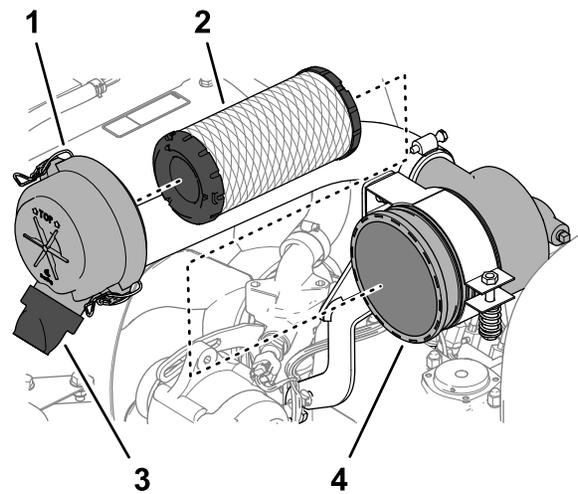

Figura 75
- Abra los enganches que sujetan la tapa del limpiador de aire a la carcasa del limpiador de aire (Figura 75).
- Retire el elemento del filtro (Figura 75).
- Retire la válvula de salida de goma (Figura 75) del orificio de expulsión de suciedad de la tapa del limpiador de aire.